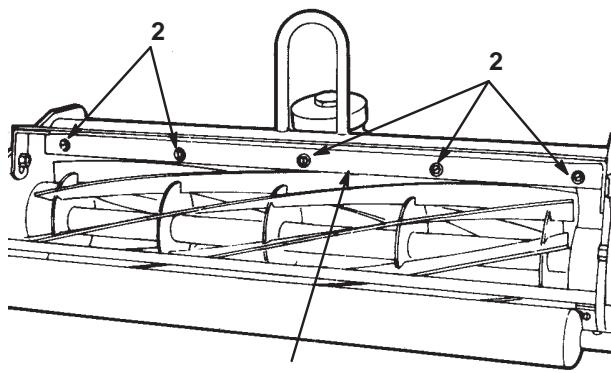

図9
1. トップ・バー（図9）を固定しているネジをゆるめ、リールとバーとの間に1.5 mmの隙間ゲージをはさんでネジを締める（図9）。リールの全長にわたってバーが平行になっていることを確認すること。